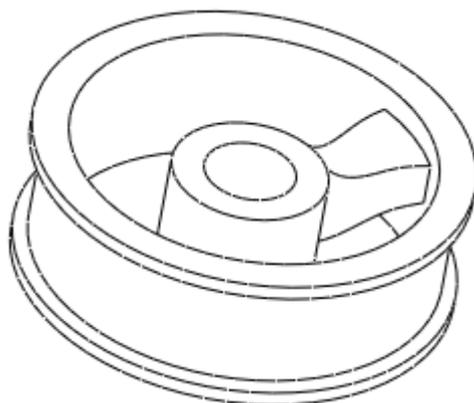

图 53-13
(4) 单击  完成草图绘制，单击  完成旋转特征的建立，如图 53-13 所示。